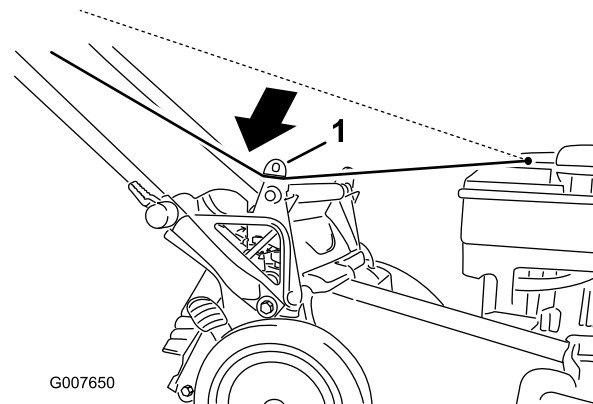

Рисунок 25
1. Проложите трос стартера вокруг нижней направляющей троса (Рисунок 25).